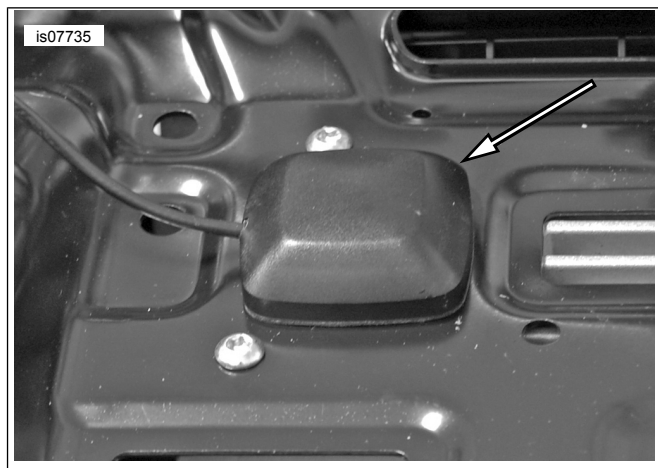

Figura 3. Remoção da antena
8. Ver a Figura 3. Caso existam, desprenda as antenas XM/NAV do suporte de apoio do rádio e coloque de lado.